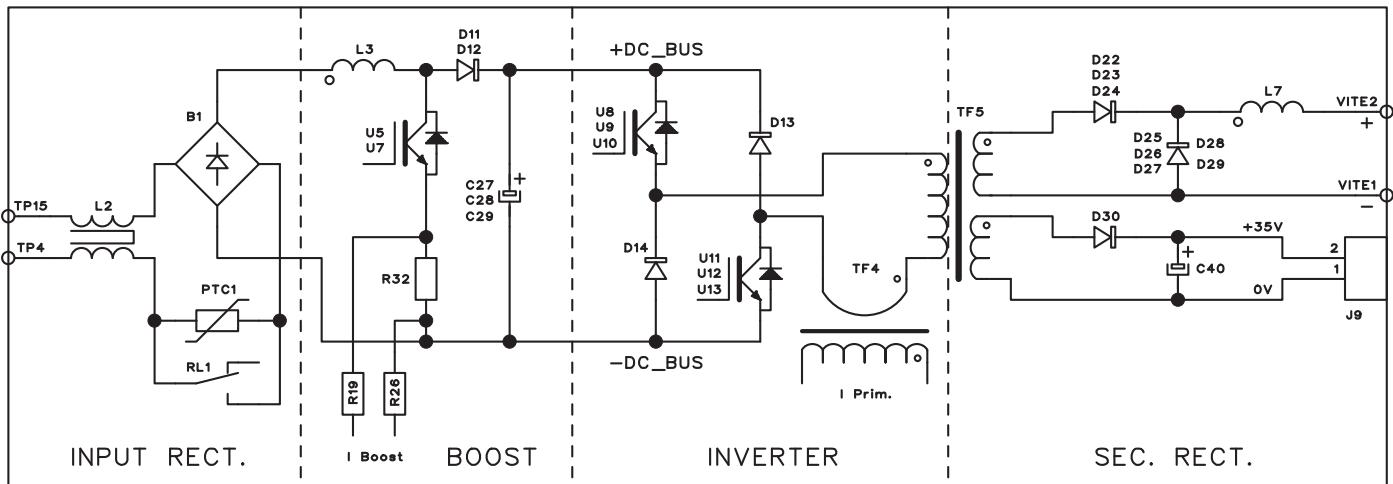

Fig. 2.3.1
Más exactamente en la tarjeta potencia (34) se pueden identificar (Fig. 2.3.1):
- el inverter de igbt, que genera la tensión alterna de onda cuadra para el transformador de potencia TF5, montado en la tarjeta potencia (34);
TEST ALIMENTACIÓN POTENCIA (Fig. 2.3.1, 2.3.2).